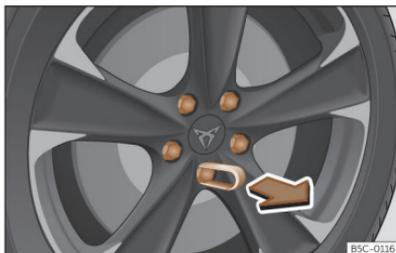

Fig. 207 Rueda: tornillos de la rueda con capuchones.
- Encaje la pinza de plástico (herramienta de a bordo >>> **fig. 178**) sobre el capuchón hasta que encastre >>> **fig. 207**.